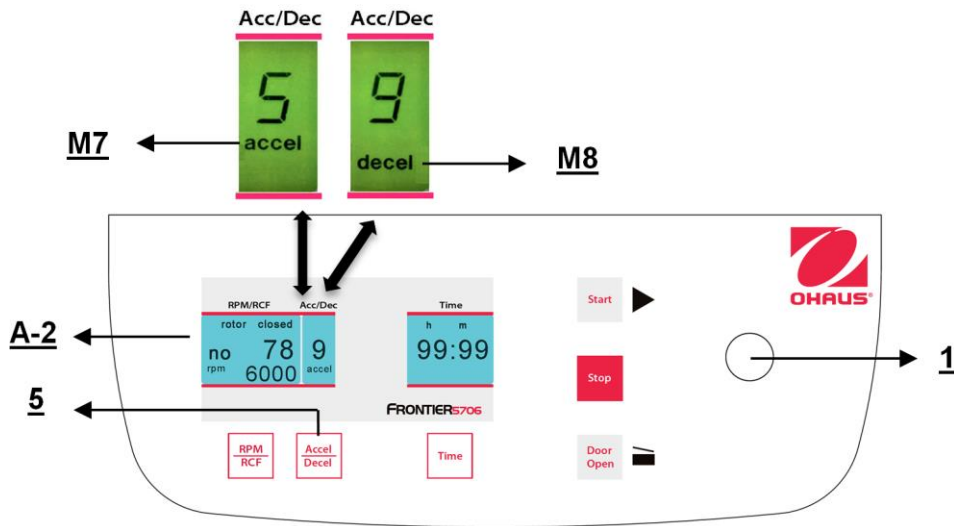

Figura 21
Esta función se activa con el botón "**Accel/Decel**" (5) (vea la Figura 21).